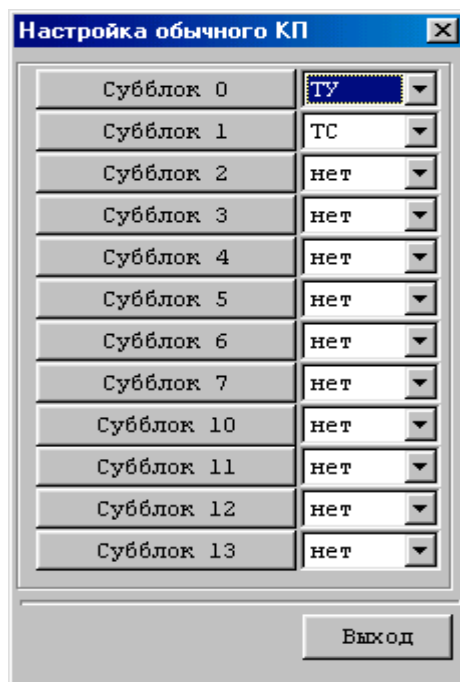

Рисунок 3.6 – назначение субблоков обычного КП
3.2.3.4 В пункте «обычное КП» первоначально открывается окно с номерами субблоков (см. рисунок 3.6). Распределите субблоки по типам, для чего щелкните мышью на стрелке в расположенном справа от номера субблока окошке, чтобы там появился список типов. Выберите нужный тип и щелкните на нем мышью. Для просмотра или коррекции выберите субблок из числа назначенных на ТУ или ТС, и щелчком мыши на номере субблока войдите на уровень его настройки.